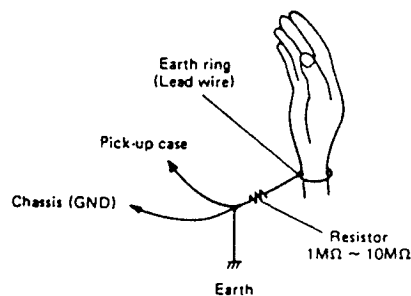

Fig. 4-2
- Before servicing the pickup assembly be sure to prevent electrostatic-inducer destruction by grounding not only test equipment in use but also yourself as shown in Fig.4-2.
- ピックアップ ASSY を取り扱う場合は、測定器などに確実にアースを取ると共に、人体アースを行ない、静電破壊を十分防止してください。(Fig. 4-2)